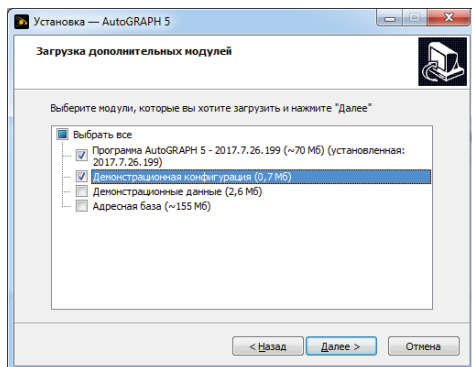

Рис.4. Элементы для установки.
- **Шаг 4.** Выберите модули, которые необходимо загрузить и установить (Рис.4).